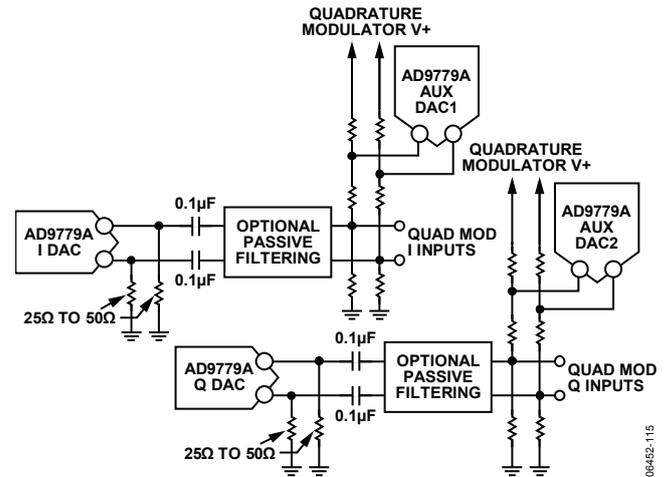
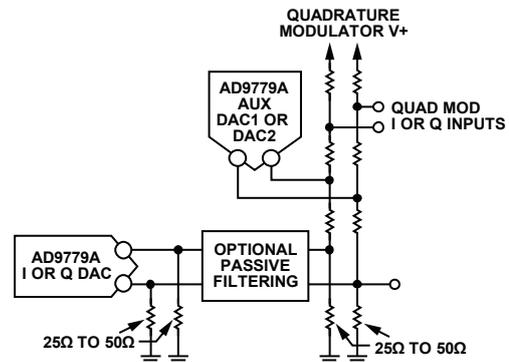

図 79. 補助 DAC の代表的な使い方 (直交変調器への AC 結合)
図 80. 補助 DAC の代表的な使い方 (DC シフトによる直交変調器への DC 結合)
DAC 出力の後に直交変調器がある場合は、補助 DAC を局部発振器 (LO) のキャンセルに使用できます。この LO フィードスルーは、直交変調器の入力換算 DC オフセット電圧 (および DAC 出力オフセット電圧のミスマッチ) によって発生し、システム性能を低下させることがあります。図 79 と図 80 は、DAC/直交変調器の代表的なインターフェースを示します。通常、変調器の入力コモンモード電圧は DAC の出力コンプライアンス電圧範囲より高いか高いため、AC 結合または DC レベル・シフトが必要です。直交変調器の必要なコモンモード入力電圧が DAC のコモンモード入力電圧と一致する場合は、図 79 の DC ブロッキング・コンデンサを除去できます。直交変調器の入力において DAC からのスプリアス信号 (歪みと DAC イメージ) がシステム性能に影響を与える場合は、ローパス・フィルタまたはバンドパス受動フィルタの使用を推奨します。図 79 と図 80 に示す位置にフィルタを配置すると、ソース・インピーダンスと負荷インピーダンスを 50 Ω に近い値に簡単に設計できるため、フィルタの設計が簡単になります。